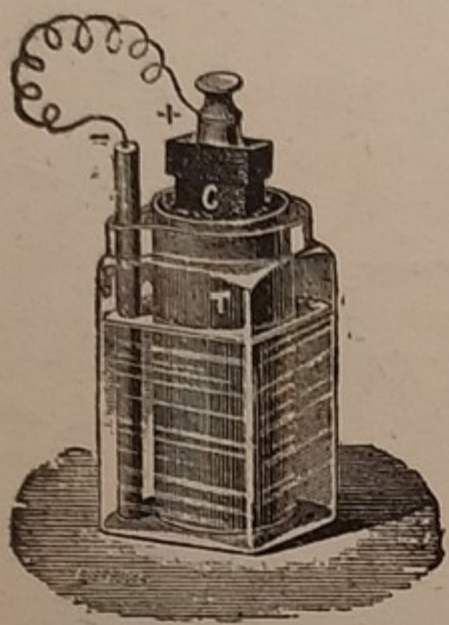

Fig. 134.
*Pila Leclanché* (fig. 134). — Consta di un vaso di vetro contenente una soluzione di sale ammoniaco in cui pescano un cilindretto di zinco che è il polo  $-$  e un vaso di porcellana porosa contenente un prisma di carbone circondato da un miscuglio di biossido di manganese e frantumi di carbone coke. Il prisma di carbone è il polo  $+$ .